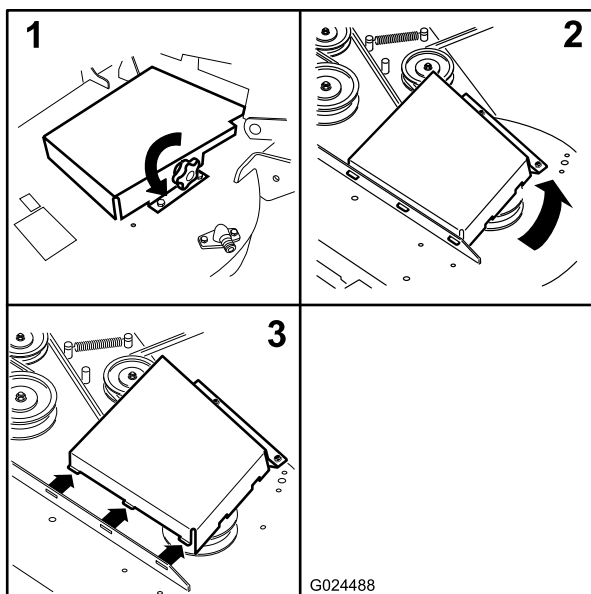

Figura 62
5. Retire las cubiertas de la correa (Figura 62).